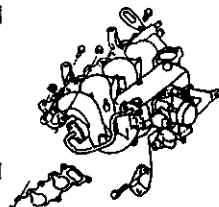

图 2-22 拆下进气歧管
⑦从气缸盖上拆下进气歧管，如图 2-22 所示。然后取下衬垫。
⑧用直尺和厚薄规检查进气歧管结合面，变形极限为 0.07 mm，必要时应更换进气歧管。
⑨安装时，按拆卸相反顺序进行。用新的进气歧管衬垫，分别按 23 N·m、50 N·m 力矩拧紧螺栓和螺母。
⑩安装完毕后，启动发动机，检查冷却系统是否泄漏。